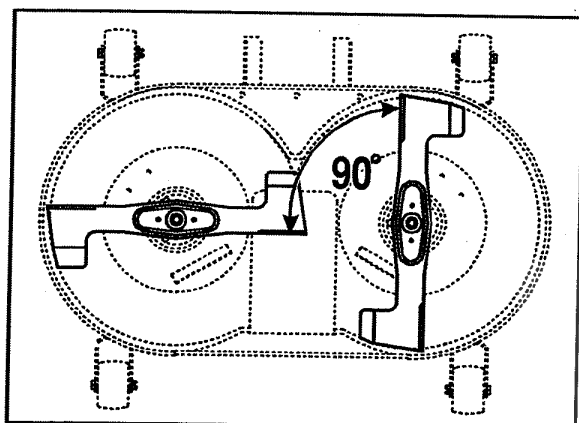

Fig. 37
**Attention!** Les deux lames doivent être impérativement placées à 90° (Fig. 37).